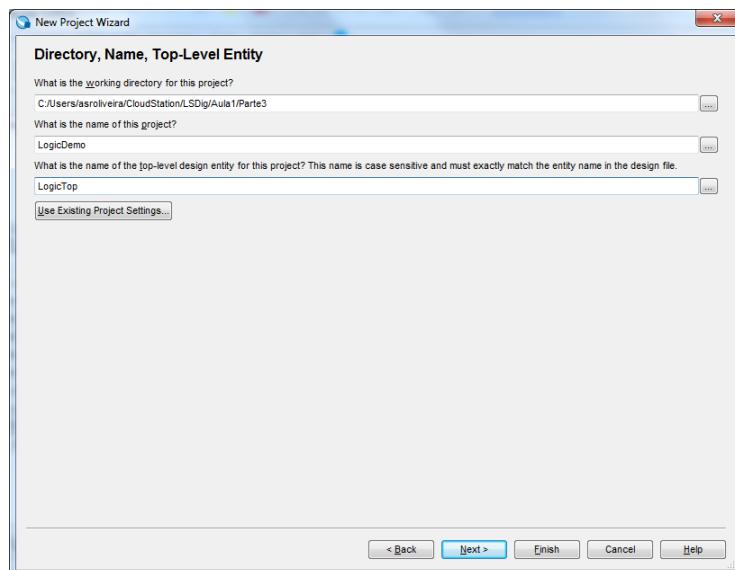
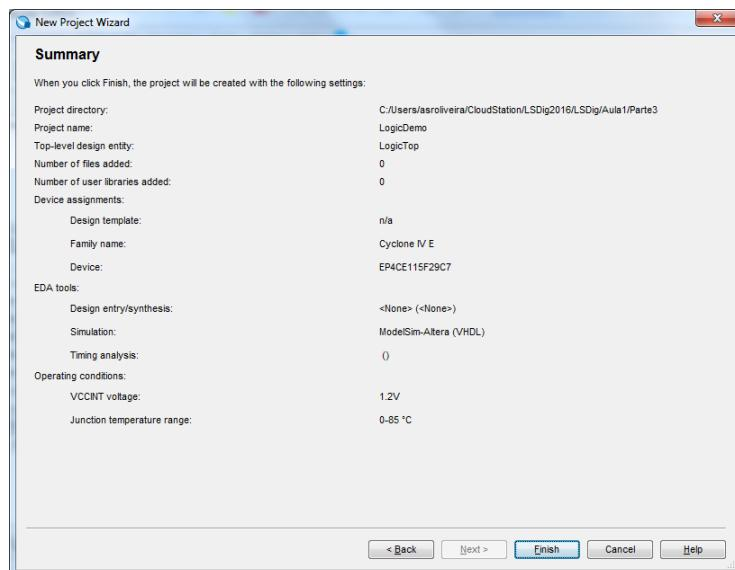

Figura 51 – Identificação e localização do projeto no sistema de ficheiros.
Figura 52 – Sumário final da criação do projeto.
**1.** Crie para a FPGA do *kit DE2-115 (Cyclone IV EP4CE115F29C7)* um novo projeto, seguindo os mesmos passos do ponto 1 da parte I deste guião. Considere a informação de identificação do projeto apresentada na Figura 51. O sumário da descrição do projeto deve ser semelhante à Figura 52.